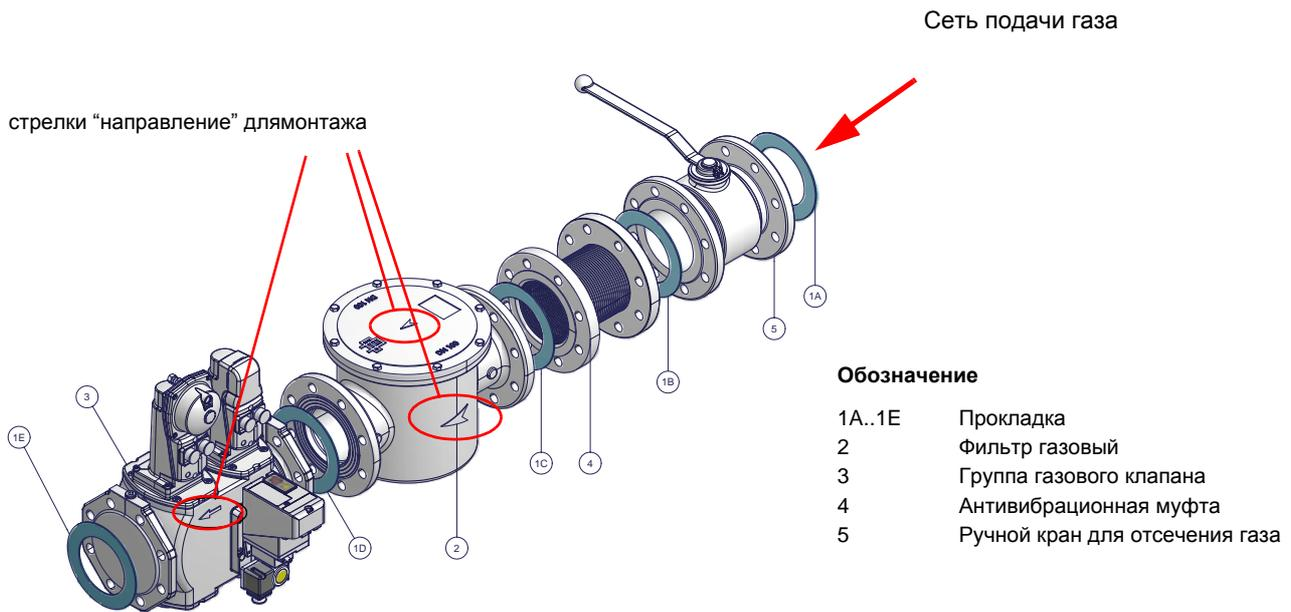

Рис. 2 - Пример газовой рампы
1 - б) при фланцевых соединениях: между соседними компонентами устанавливать прокладку (1A..1E - Рис. 2), совместимую с используемым газом,
**ВНИМАНИЕ:** после монтажа газовой рампы согласно схеме на Рис. 2, необходимо провести тестирование на герметичность газового контура, согласно требований действующих нормативов.